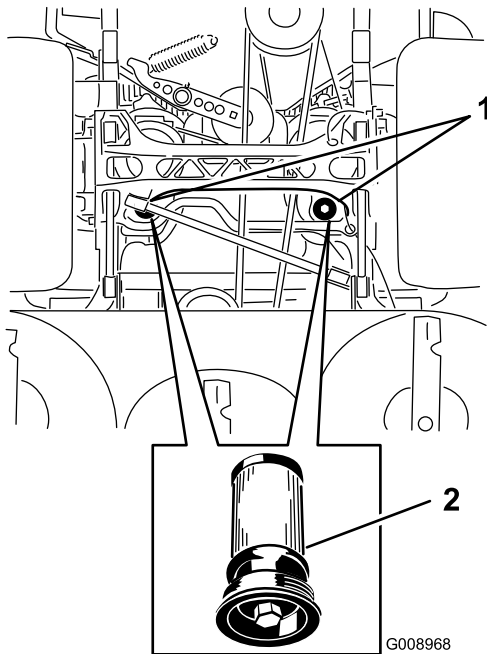

Bild 91
5. Stellen Sie eine Auffangwanne unter den Filter, bauen Sie den alten Filter aus und wischen Sie die Dichtungsfläche des Filterstutzens sauber (**Bild 91**).
6. Ölen Sie die Gummidichtung am Ersatzfilter leicht mit Hydrauliköl ein (**Bild 91**).